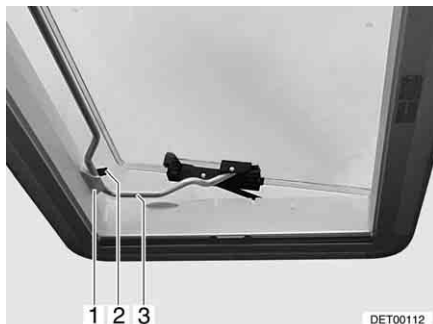

Fig. 72 Oblò Heki in posizione di ricircolo d'aria 2
- Inserire la staffa (Fig. 72,3) nel supporto (Fig. 72,1).
- Sistemare la leva (Fig. 72,2) sulla staffa.